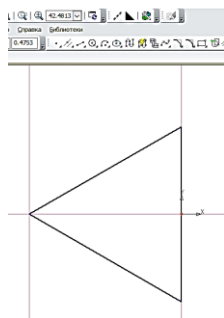

Рис. 5 – Побудова ескізу-перерізу профіля різьби
4. Для побудови ескізу-перерізу натиснути кнопку *Создать* на панелі *Стандартная* і вибрати *Фрагмент*. Накреслити профіль метричної різьби. Висота трикутника приблизно буде $H=0,86 \cdot P=1,72$ мм, де P – крок різьби (Рис.5). Покласти точку на початок координат для вказівки орієнтації при вставлянні в модель. Скопіювати ескіз у буфер обміну.